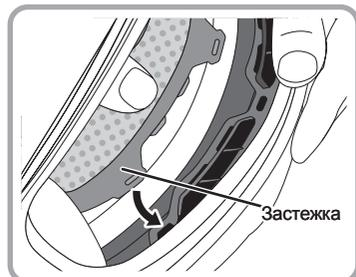

Рис. 1
1. Пристегните застёжку в височных областях, как показано на рис. 1.